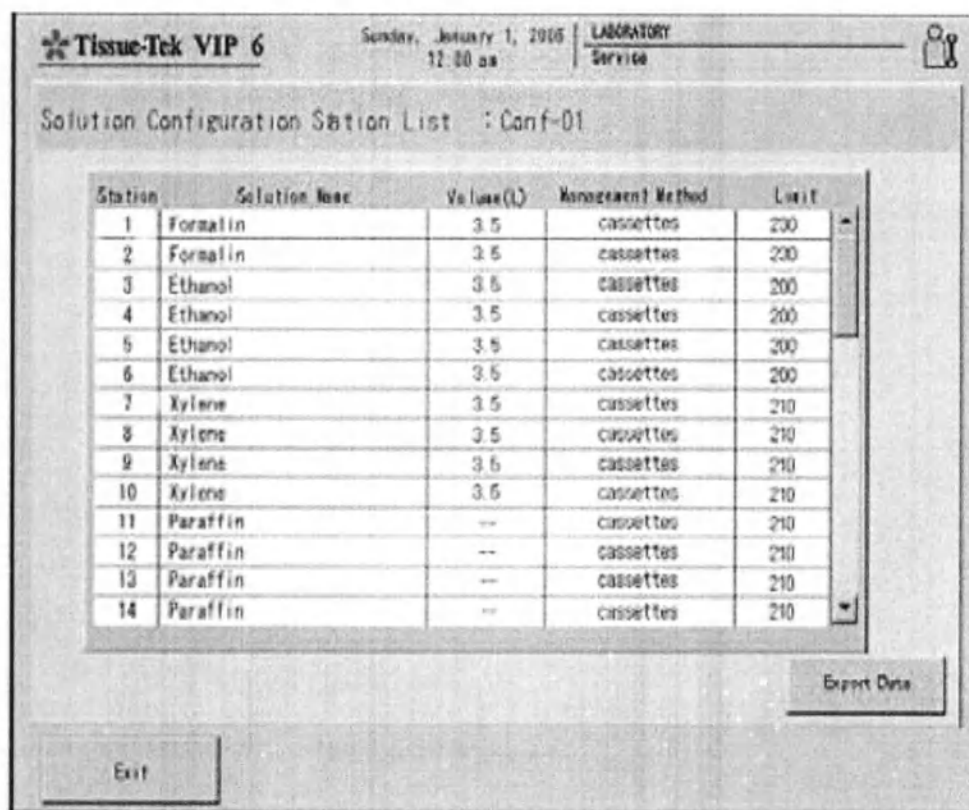

Рис. 71 Список конфигурации растворов
- Нажмите кнопку «**Export Data**» (Экспорт данных) (Рис. 71), чтобы экспортировать данные о конфигурации.